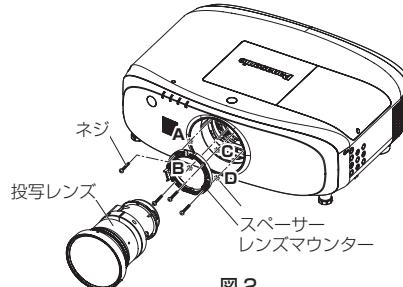

図 2
- 5) 図 2 のようにプロジェクター本体とレンズマウンターの間にスペーサーを挿入する